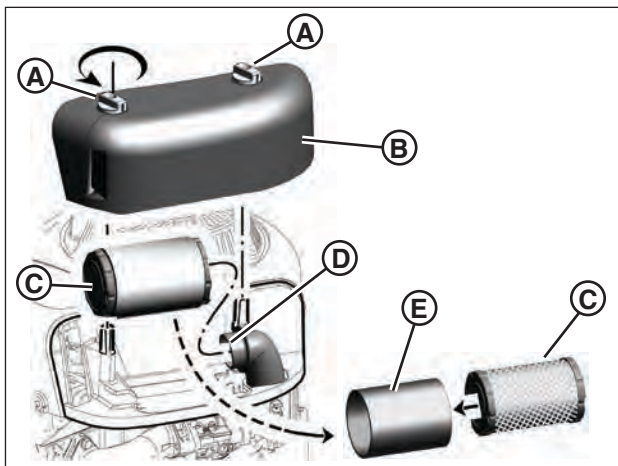

Figure 26: Filtre à air (cylindrique)
1. Retirer les attaches (A, Figure 26) et la protection du filtre à air (B).
2. Pour retirer le filtre (C), soulever l'extrémité du filtre et tirer ensuite le filtre pour le dégager de l'admission (D).
3. Retirer le dépoussiéreur (E), si la machine en est équipée, du filtre.